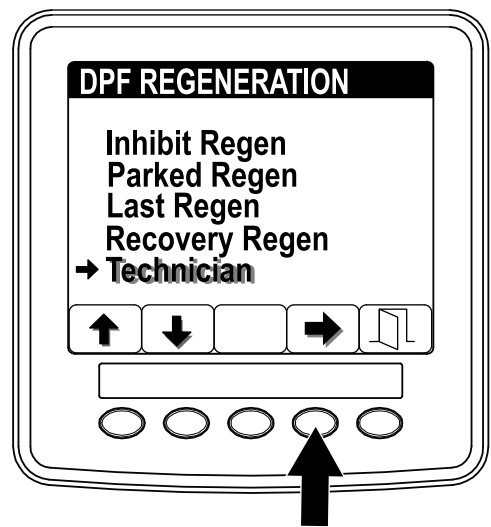

Bild 38
- Öffnen Sie das Menü „DPF Regeneration“ und drücken Sie die Tasten 1 oder 2, um auf die Option TECHNICIAN zu navigieren (Bild 38).
- Drücken Sie Taste 4, um den Eintrag „Technician“ auszuwählen (Bild 38)